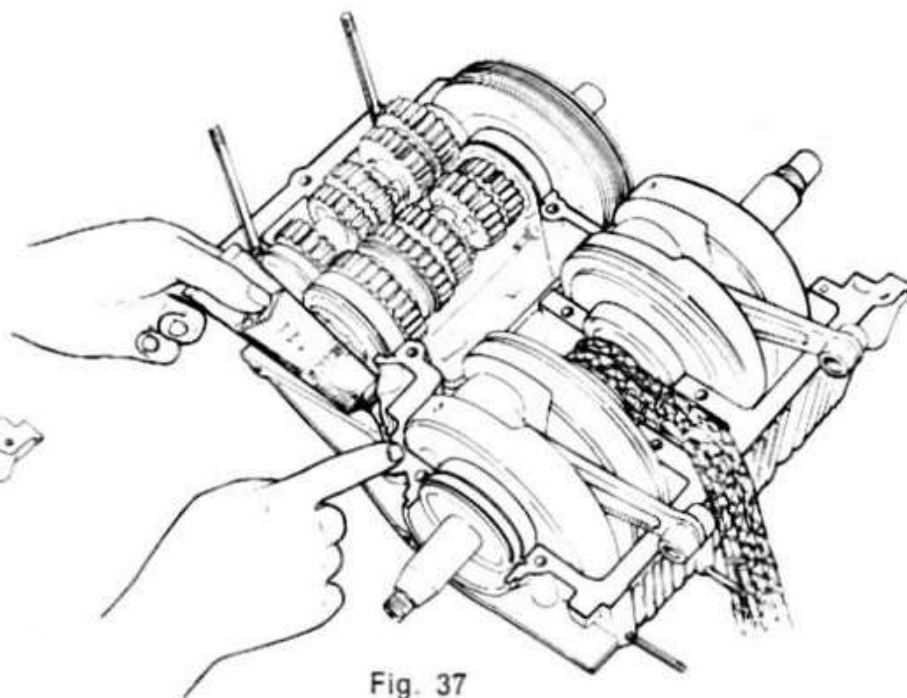

Fig. 37
- 4) Stendere uniformemente sulla superficie di contatto dei semi carter un leggero strato di adesivo (fig. 37).